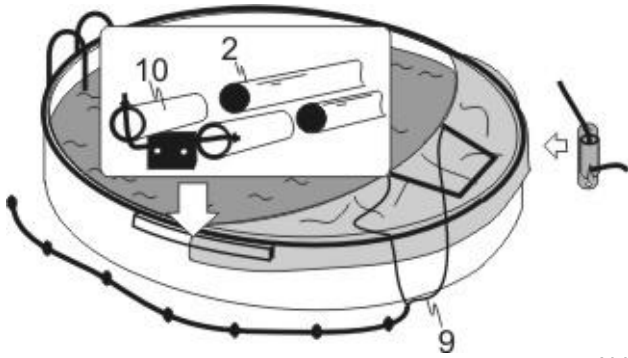

Abb. 7.1
- Den Cabrio Dome an den Rand gegenüber der Einstiegsleiter legen und darauf achten, dass sich die Seite mit der Tür und dem Zugseil (9) oben befindet (Abb. 7.1).
- An beiden Seiten die Bögen (2) in die Einsteckhülsen (10) stecken. **Den untenliegenden Bogen in die rechte Einsteckhülse und den obenliegenden Bogen in die linke Einsteckhülse einstecken, sofern sich die Einstiegsleiter an der linken Seite befindet.** Sollte sich die Leiter auf der rechten Seite befinden, genau umgekehrt anwenden.
**An der Seite gegenüber der Tür ist das Spannseil im Spanner festzuklemmen, damit der Dom beim aufstellen nicht nach Vorne umklappt!!** (Abb. 7.1)